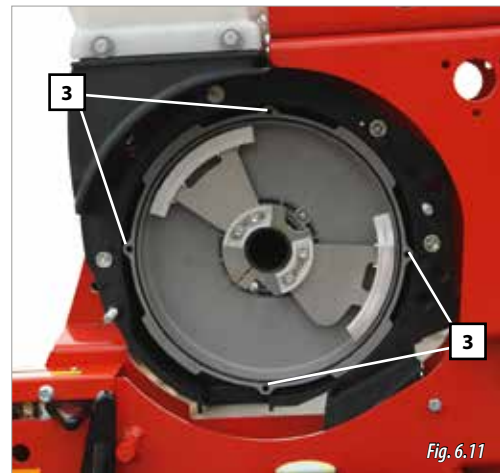

Fig. 6.11
- 3- Le disque est fixé magnétiquement. Saisissez le disque à deux mains et tirez pour l'extraire. Après dépose du disque de semis, on aperçoit la cloche à vide du distributeur (Fig. 6.11).
IMPORTANT: encastrez les plots du disque dans les alvéoles de la cloche à vide du distributeur (3, Fig. 6.11).